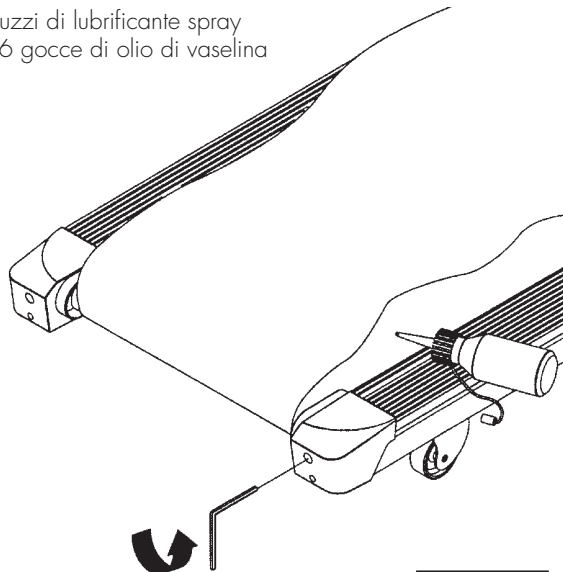

Fig. 28
- Sollevare il bordo del nastro dal lato sinistro (Fig. 28).